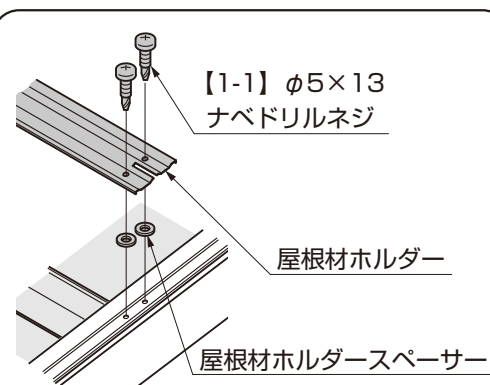
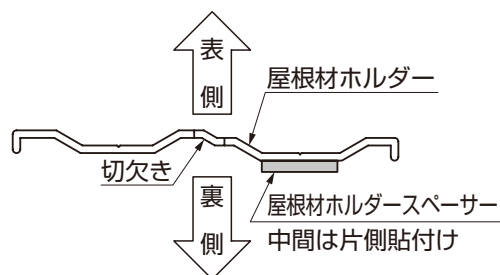

図2-2
図2-3 屋根材ホルダー断面図
①屋根材ホルダーの裏側に屋根材ホルダースペースャを貼付けて【1-1】で取付けてください。(図2-2参照)
- 屋根材ホルダーは、表裏の向きに注意してください。(図2-3参照)
(端部:図2-2、中間:図2-3参照)